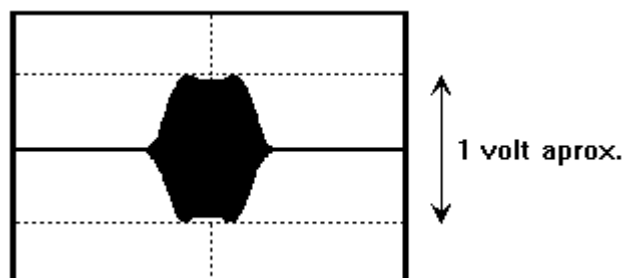

Figura 7.1: Respuesta de rizado
7. Ajuste los transformadores T3^[B6] y T4 y el inductor L10 para obtener una respuesta de rizado mínima. (Vea la Figura 7.1).